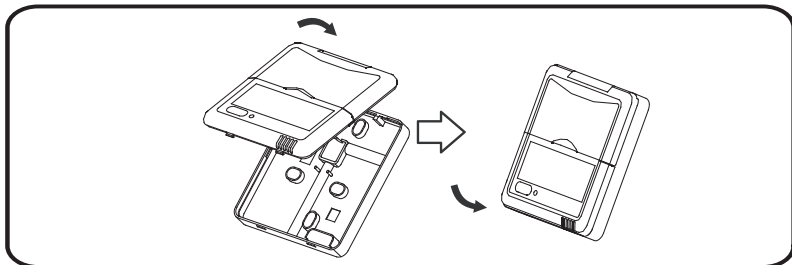

Figure 4. Remontage du couvercle sur la plaque murale
5. Remettre le couvercle en place sur la plaque murale. Voir figure 4.